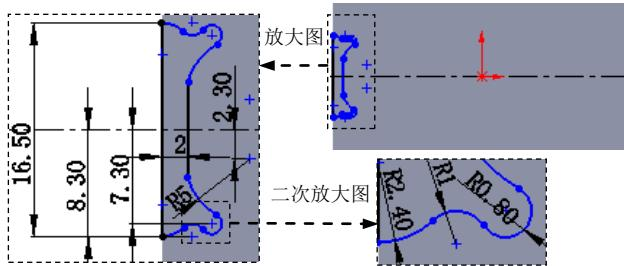

图 5.7 横断面草图
- ② 定义横断面草图。在草图环境中绘制图 5.7 所示的横断面草图。
- ③ 定义切除深度属性。在“切除-拉伸”对话框 **方向 1** 区域的 **下拉列表** 中选择 **给定深度** 选项，选中 **与厚度相等(L)** 与 **正交切除(N)** 复选框。其他采用系统默认设置值。
- ④ 单击  按钮，完成切除一拉伸 1 的创建。